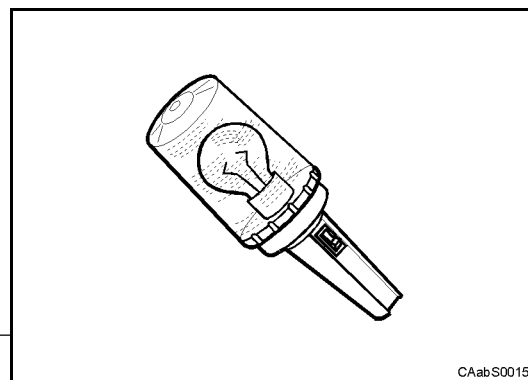

Fig. 12
- 13** Illuminare adeguatamente l'area di lavoro con strumenti che rispettino la normativa di sicurezza (Fig. 12).
- 13** Light properly the working area by using devices in agreement with the safety regulations (Fig. 12).